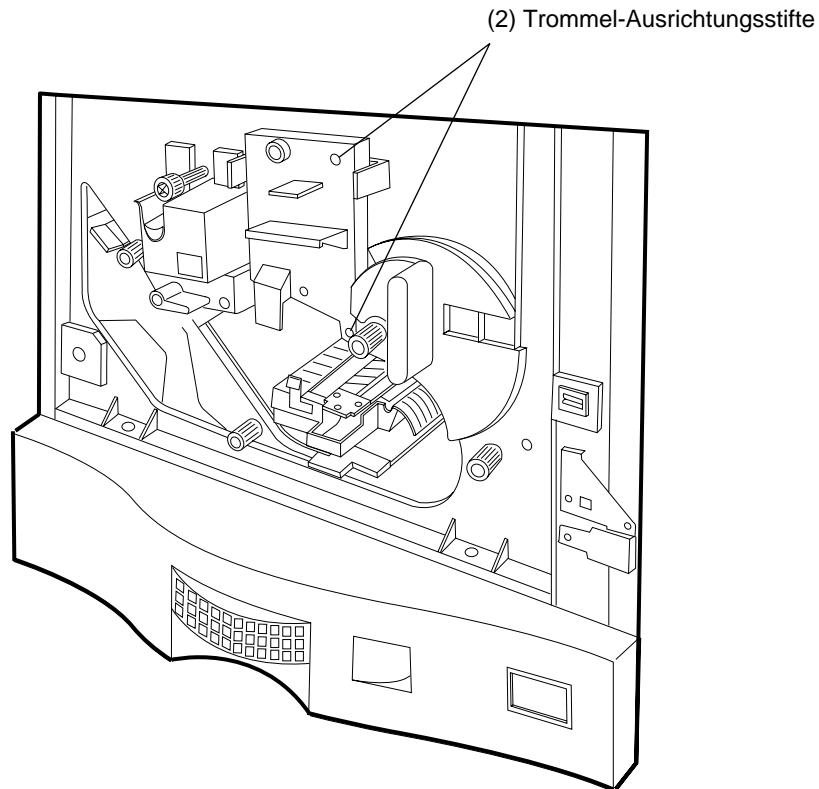

Abbildung 4-29 Position der Trommelführungsstifte
2. Drücken Sie die Trommel vorsichtig auf die Führungsstifte (Abbildung 4-29).